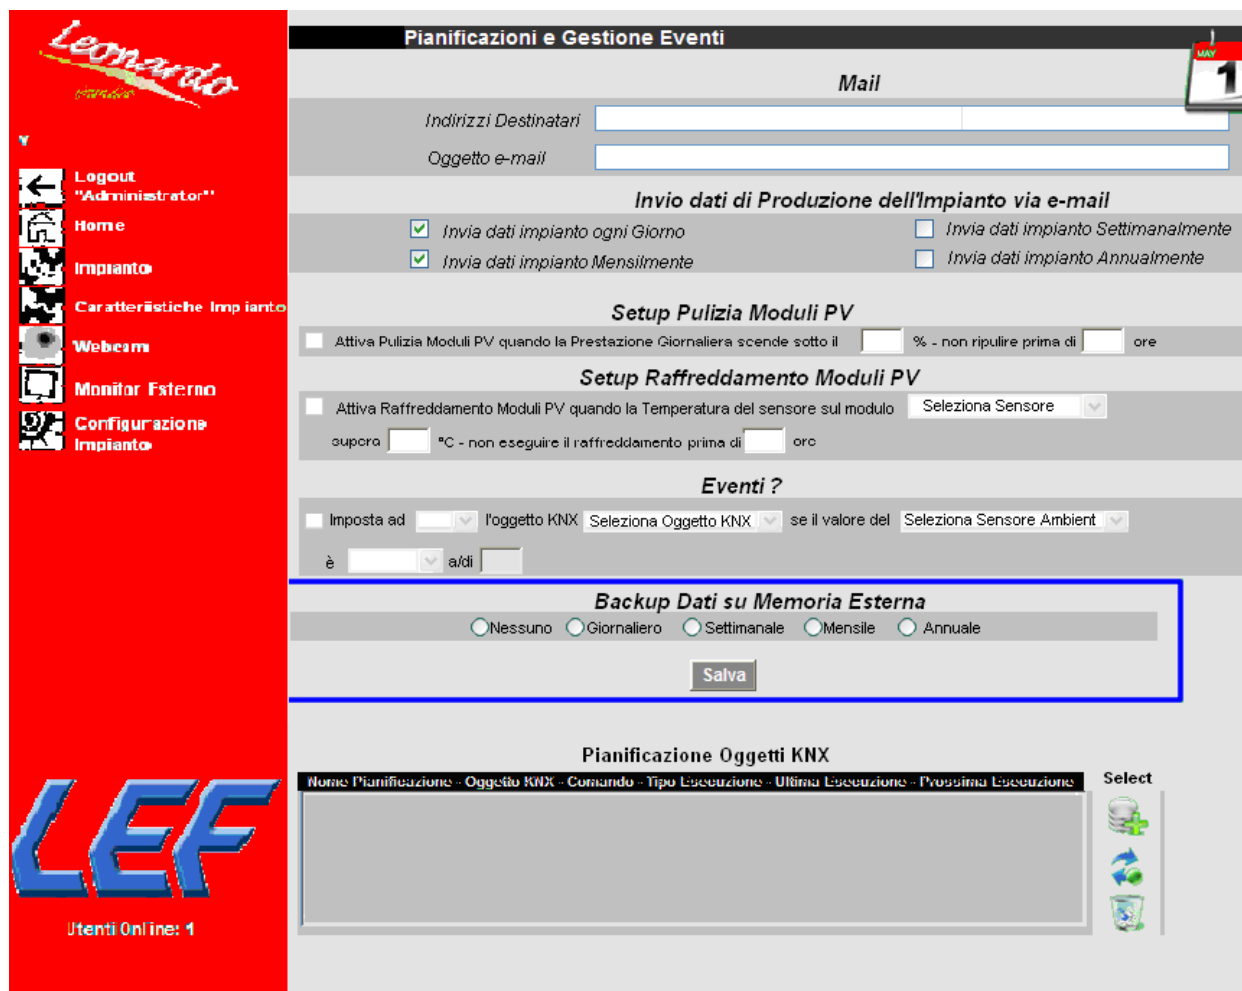

Figura 45 – Backup dati su memoria esterna
Attraverso l'ausilio di CompactFlash (CF), è possibile attivare operazioni pianificate di backup di tutti i dati contenuti nel Data Base di *LEONARDO MONITORING*. Il backup viene impostato dalla schermata principale delle pianificazioni, come riportato in Figura 45.